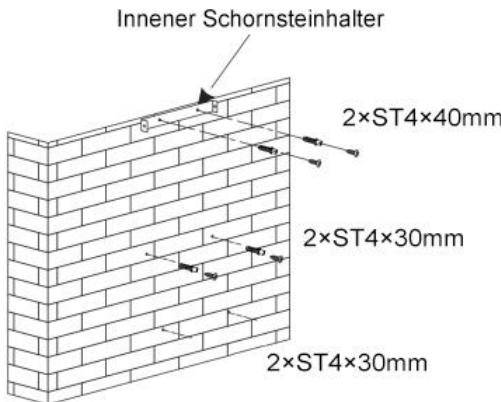

Bild 2
- Nachdem Sie die Installationshöhe der Dunstabzugshaube bestimmt haben, bohren Sie sechs ϕ 8-Löcher und setzen Dübel für die Haube, die Innenkaminhalterung und das Sicherheitsloch entsprechend der Größe der Haube ein. Dann zwei Befestigungsschrauben ST4×30mm zum Aufhängen des Geräts anbringen. Mit zwei Schrauben ST4×40mm wird die Innenkaminhalterung an der Wand befestigt. Die Befestigungsposition der Innenkaminhalterung ist die höchste Position des Schornsteins. Siehe Bild 2.